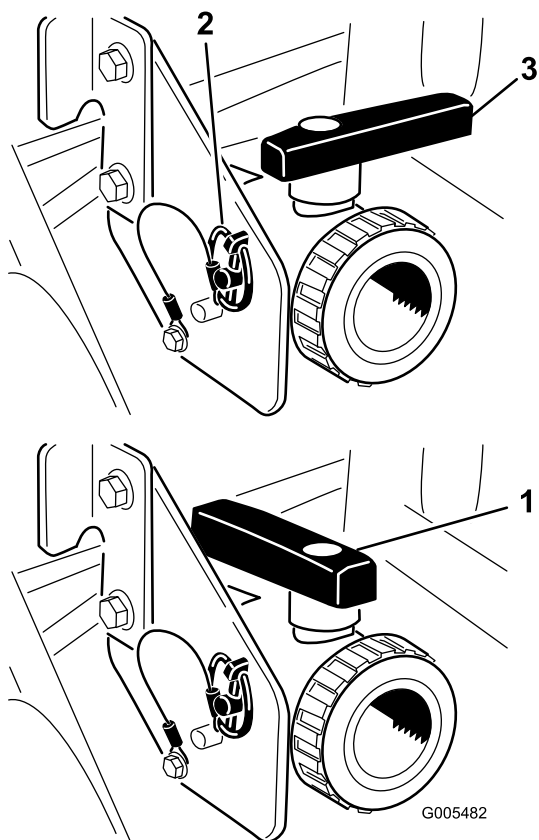

Bild 27
Öffnen Sie das Ventil, sodass nicht verwendete Materialien vom Tank ablaufen können und entsorgen Sie diese gemäß der lokalen Vorschriften und der Vorschriften des Herstellers (Bild 27). Nehmen Sie nach dem Ablassen den Klapstecker von der Halterung ab, mit der das Ablassventil an der Maschine befestigt ist, und legen Sie das Ventil auf den Boden. Dann kann Restmaterial in der Leitung ablaufen.
3. Wenn der Tank ganz geleert ist, setzen Sie das Ventil mit dem vorher abgenommenen Klapstecker im Rahmen ein und schließen Sie das Ablassventil (Bild 27).